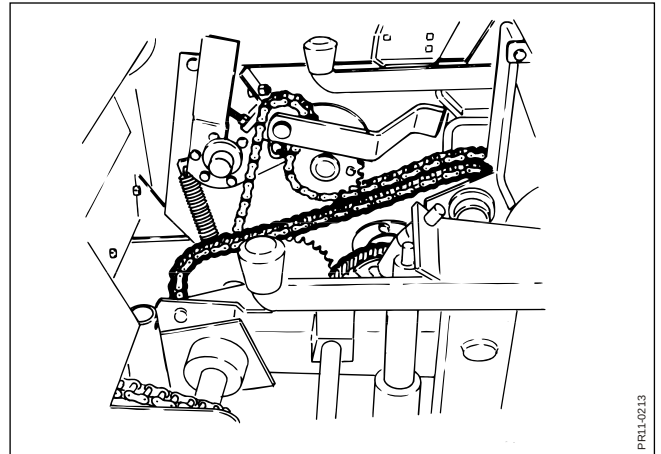

Fig. 3.12
- Fig. 3.12** Kædetræk for majsbord monteres.